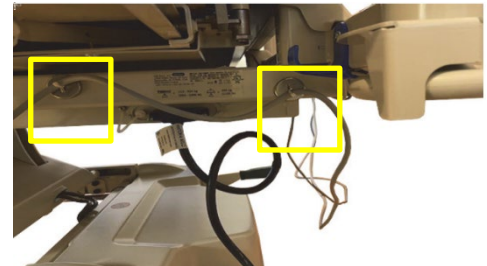

Fig. 2- Ímãs de cabo de alimentação
4. Use os ímãs no cabo de energia para mantê-lo preso à estrutura de metal da cama e acima do solo. (Fig 2)